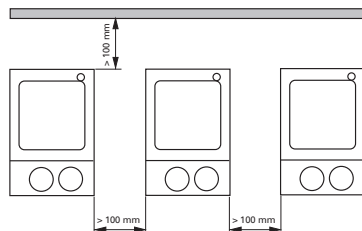

Fig. 3
- Rispettare le distanze minime tra gli apparecchi, tra l'apparecchio e la parete e al di sopra della struttura (min. 800mm), (vedere fig. 3).